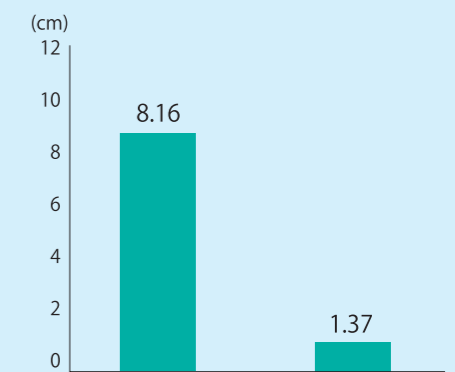

図2 アーチファクトの大きさの比較
- アーチファクトの大きさの比較: 図2 (資料提供: 日本大学松戸歯学部放射線科)